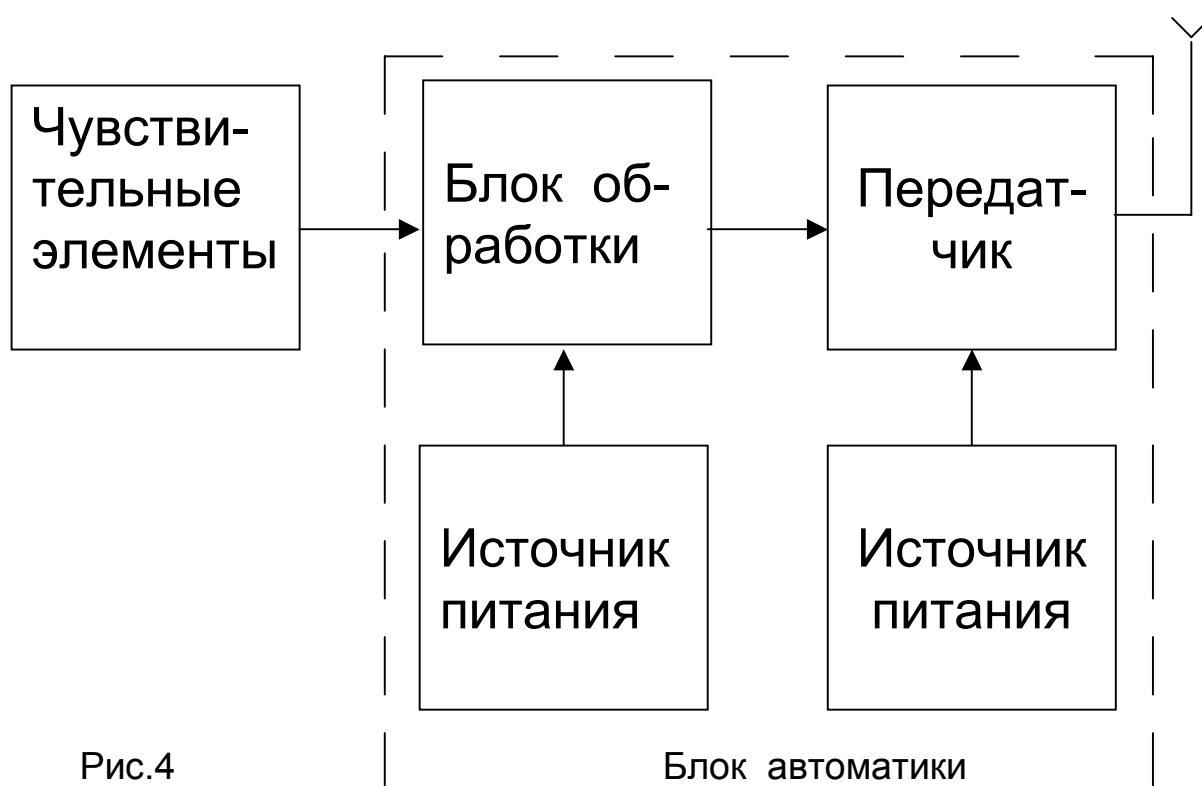

Рис.4
3.4 Блок схема устройства представлена на (рис.4)